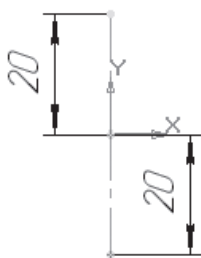

Рис. 12.4. Создание элемента детали
- постройте вертикальный отрезок стилем **Осевая** из начала координат длиной 20 мм вверх и вниз (рис. 12.4).